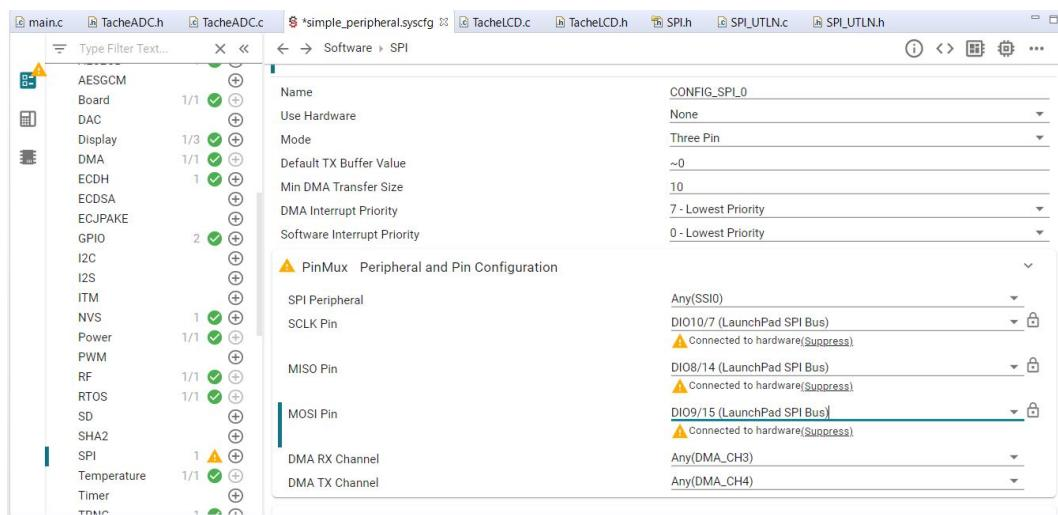

FIGURE 19 – Pins bus SPI
3. Configurer les pins du bus SPI comme montre la Fig. 19.